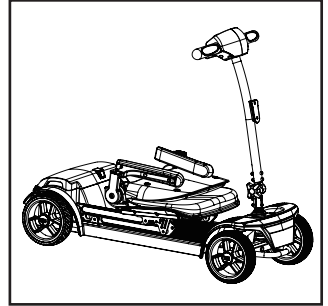

Abbildung 11
3. Armlehnen anpassen: Klappen Sie nacheinander die linke und rechte Armlehne nach unten, bis sie flach am Sitz anliegen (**siehe Abbildung 11**).